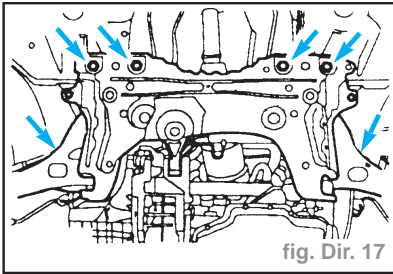

fig. Dir. 17
- Déposer les six boulons de la traverse (pour plus de clarté, le support n'est pas représenté) (fig. Dir. 17).